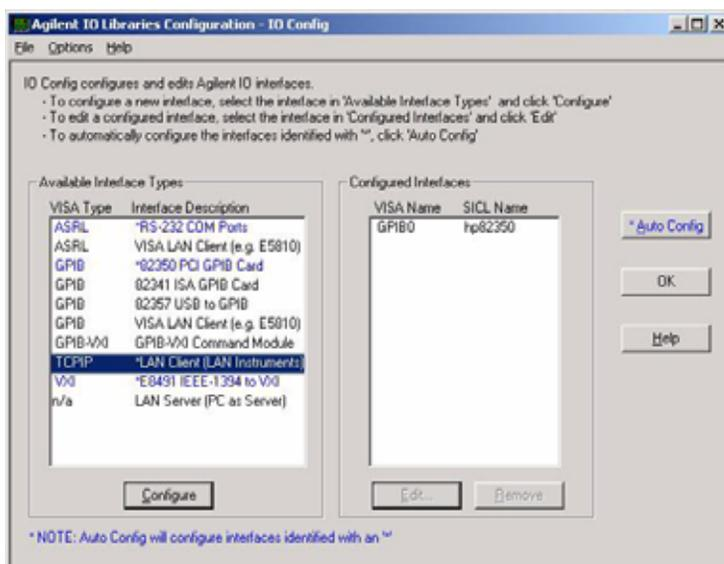

Figura 37 Selezione del client LAN nella finestra I/O Config
- 2 Nell'elenco dei tipi di interfaccia disponibili, scegliere **Client LAN** (vedere la Figura 37 a pagina 86).